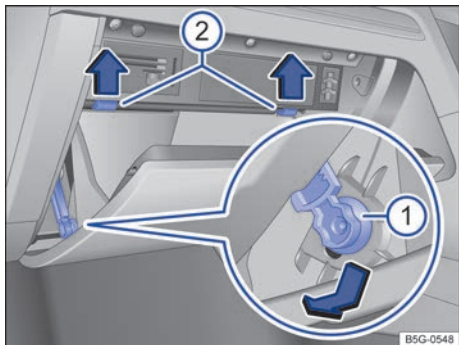

Fig. 235 Tapa de la caja de fusibles del tablero de instrumentos: vehículos con el volante a la derecha, en el lado del acompañante.
- Abra la guantera y, dado el caso, vacíela → fig. 235.
- Desplace el elemento de frenado → fig. 235 (1) en el orificio del soporte hacia abajo y extráigalo hacia un lado.
- Presione los pivotes tope → fig. 235 (2) hacia arriba en el sentido de las flechas.
- Para *montar* la guantera, sitúela en la posición adecuada. Introduzca el elemento de frenado en el orificio del soporte y desplácelo hacia arriba hasta que oiga que ha encastrado. Presione la guantera con cuidado hacia delante, más allá de la resistencia que oponen los pivotes tope → fig. 235 (2).